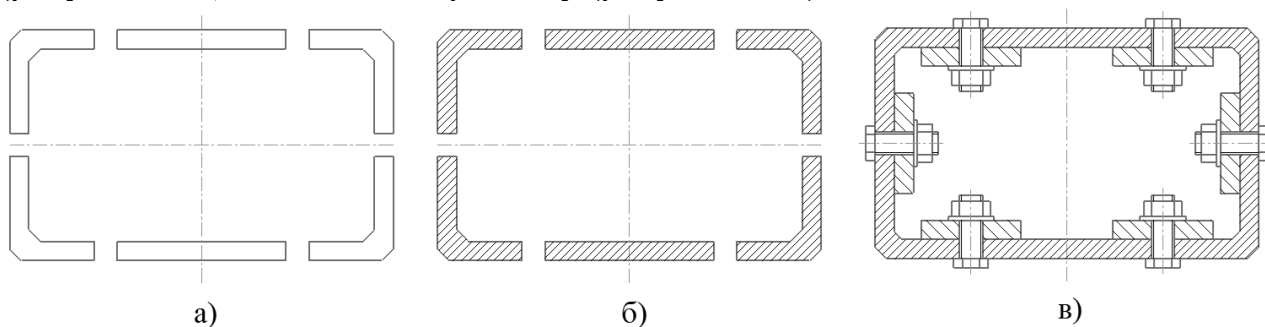
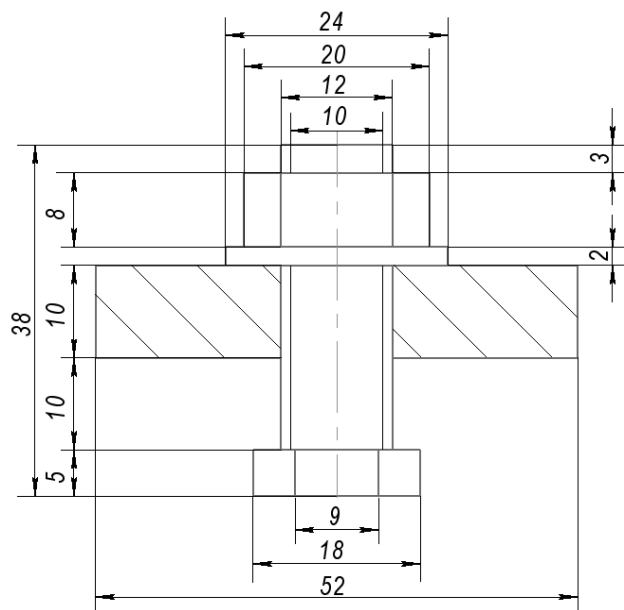

Рисунок 42 – Последовательность выполнения задания
Рисунок 43 – Исходные данные для выполнения чертежа болтового соединения
4. Постройте симметричное изображение половины корпусной детали (рисунок 42 а). Нанесите штриховку (рисунок 42 б).
5. Вычертите или вставьте из библиотеки стандартных графических объектов изображение соединения болтом. Изобразите пластину в разрезе с углом штриховки 135° (рисунок 43). Вставьте изображения соединения болтом в соответствующие места сборочного чертежа с различным углом вставки (рисунок 42 в).
6. Постройте вспомогательные линии, отражающие проекционную связь между видом сверху и главным видом. Выполните изображение вида сверху (рисунок 43). Вычертите или вставьте изображения болтового соединения на виде сверху.